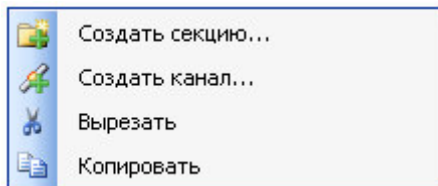

Рисунок 3.39 – Модуль **Server**. Общий вид контекстного меню
- 3 Вызвать контекстное меню и выбрать соответствующую команду (рисунок 3.39).